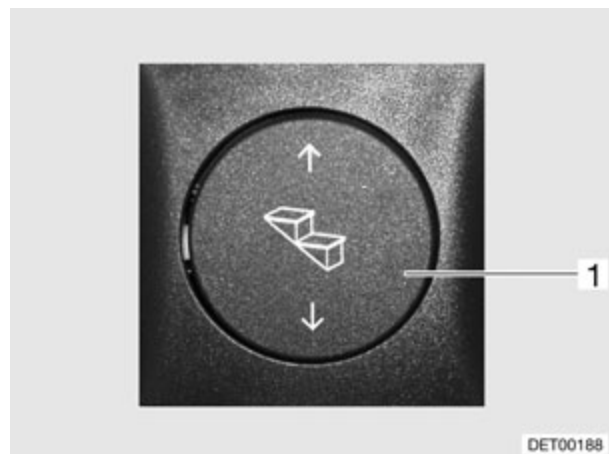

Fig. 4 Conmutador de mando escalón de entrada (variante 2)
- Pulsar el interruptor basculante (Fig. 4,1) por abajo hasta que esté completamente extraído el escalón de entrada.
- Pulsar el interruptor basculante (Fig. 4,1) por arriba hasta que haya introducido completamente el escalón de entrada.